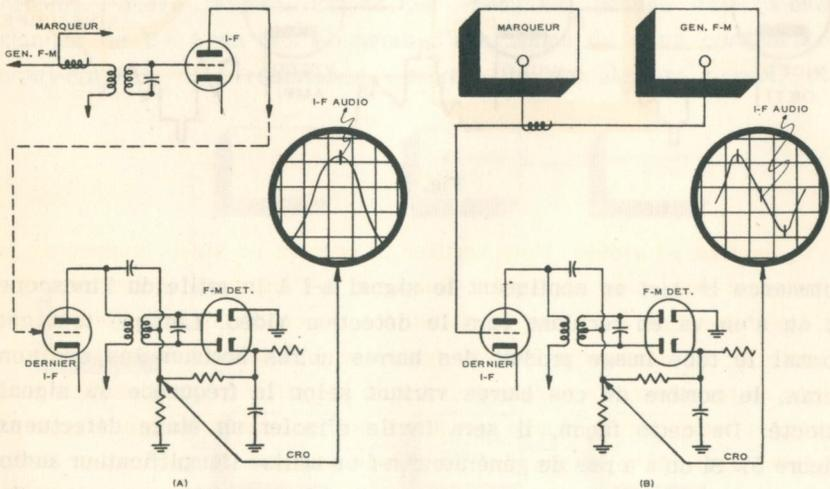

Fig. 4.
syntonisé à la fréquence i-f audio ainsi que le marqueur doivent être connectés à l'entrée de la section i-f audio. Vous observerez alors la courbe de résonance sur l'écran du CRO connecté à la sortie du détecteur f-m. Le marqueur servira à établir des points d'identification le long de la courbe et un de ces points sera la fréquence centrale audio (figure 4 (A)). En connectant le générateur f-m et le marqueur à la grille du
dernier étage i-f, il sera possible d'observer la courbe du circuit discriminateur ou du détecteur f-m (figure 4 (B)). Ici encore les courbes examinées devront être de forme exacte; autrement, il faudra examiner les différents étages qui composent cette section pour y trouver des défauts possibles.